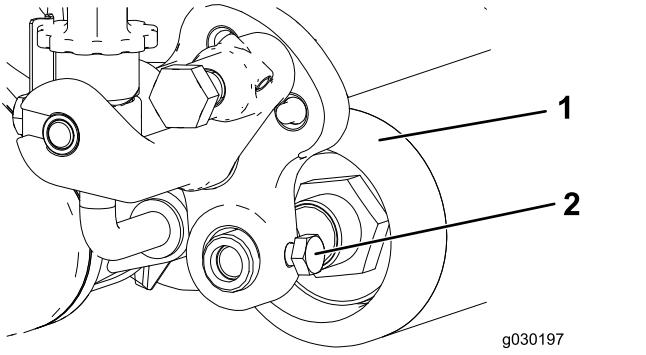

Bild 27
2. Lösen Sie die Schraube, mit der die Rollenwelle am Schnitthöhenarm befestigt ist (Bild 27).